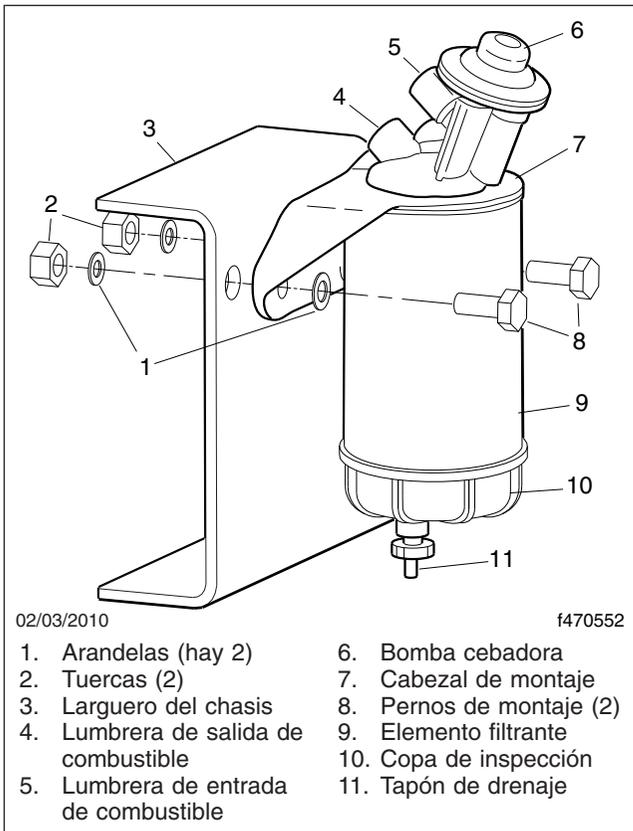

Figura 21.13, Ensamblaje e instalación del separador de combustible y agua Alliance
4.2 *Modelos Alliance/Racor.* Gire el tapón de drenaje en sentido contrario al de las manecillas del reloj para abrirlo. Vea la **Figura 21.13**.